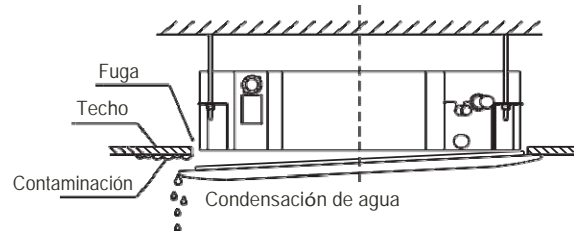

Fig.4-17
- 3) La avería que se describe en la Fig. 4-17 se puede causar por un mal apriete del tornillo.